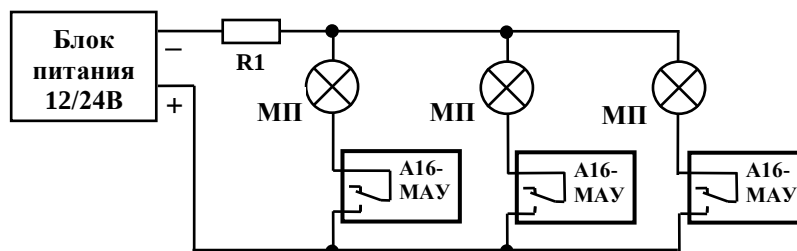

Рис.7. Схема подключения модулей пожаротушения ("МП") с контролем исправности цепи каждого модуля и с веерным включением модулей.
6.1.10. При питании нескольких групп модулей от единого источника возможно организовать их веерное включение, что позволяет также уменьшить сечение проводов и увеличить их длину. Для этого шлейф с модулями пожаротушения необходимо подключить непосредственно к источнику питания через ограничительный резистор R1 (рис.7), а модулям А16-МАУ задать время задержки включения таким образом, чтобы их включение осуществлялось поочередно.